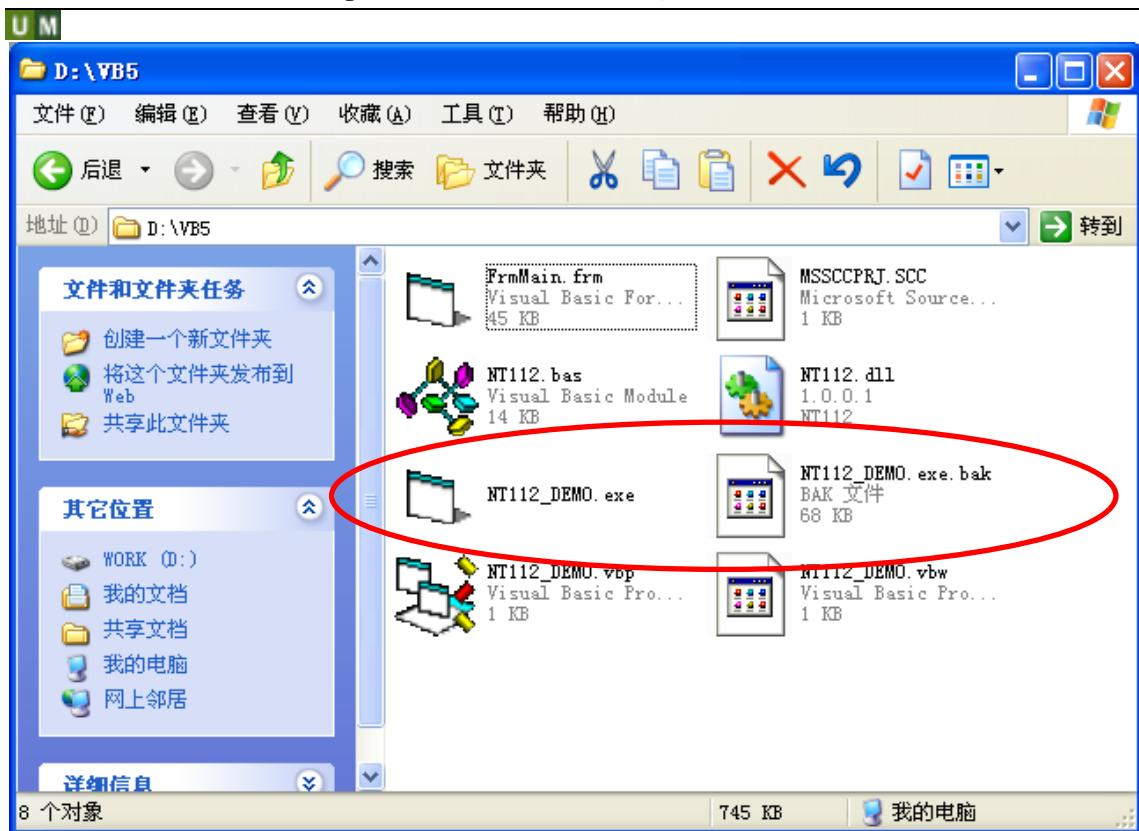

图 7.20 DLL 外壳加密结果
10. 最后单击“开始加密”按钮，即可对选中的EXE文件进行加密，结果参考如图7.20所示。其中，NT112_DEMO.exe文件是加密后的文件；NT112_DEMO.exe.bak为没加密的EXE文件的备份。